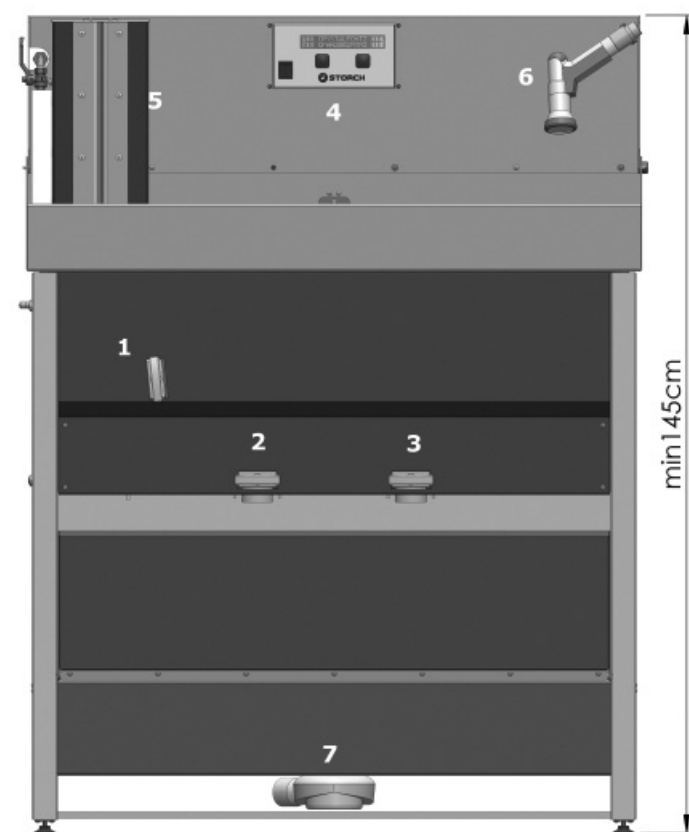

Fig. 1
Après avoir positionné l'appareil, l'écoulement fourni (7) fig. 1, 2 est raccordé à la conduite d'évacuation existante du client. Hauteur de l'écoulement du client max. 100 mm
- Nettoyage des outils / bidons avec la douchette fournie (6) fig. 1
- Nettoyage des rouleaux dans le TurboWash (fourniture avec le kit ColorFree top) (5) fig. 1, 2, 5, 6
- Mettre l'installation en service avec le bouton marche/arrêt de la commande (4) fig. 1
cela peut survenir lorsque le niveau d'eau est trop bas dans le bac de réaction. De l'air servant à la flottaison des flocons est ajouté pendant la procédure de floculation. Dans cette situation, ne pas ouvrir l'extraction d'eau claire après la floculation (1) fig. 1, mais actionner uniquement le processus « Eau écoulée », puis ouvrir directement l'écoulement (2) fig. 1 ou (3) fig. 1, en fonction de ce qu'affiche la commande.